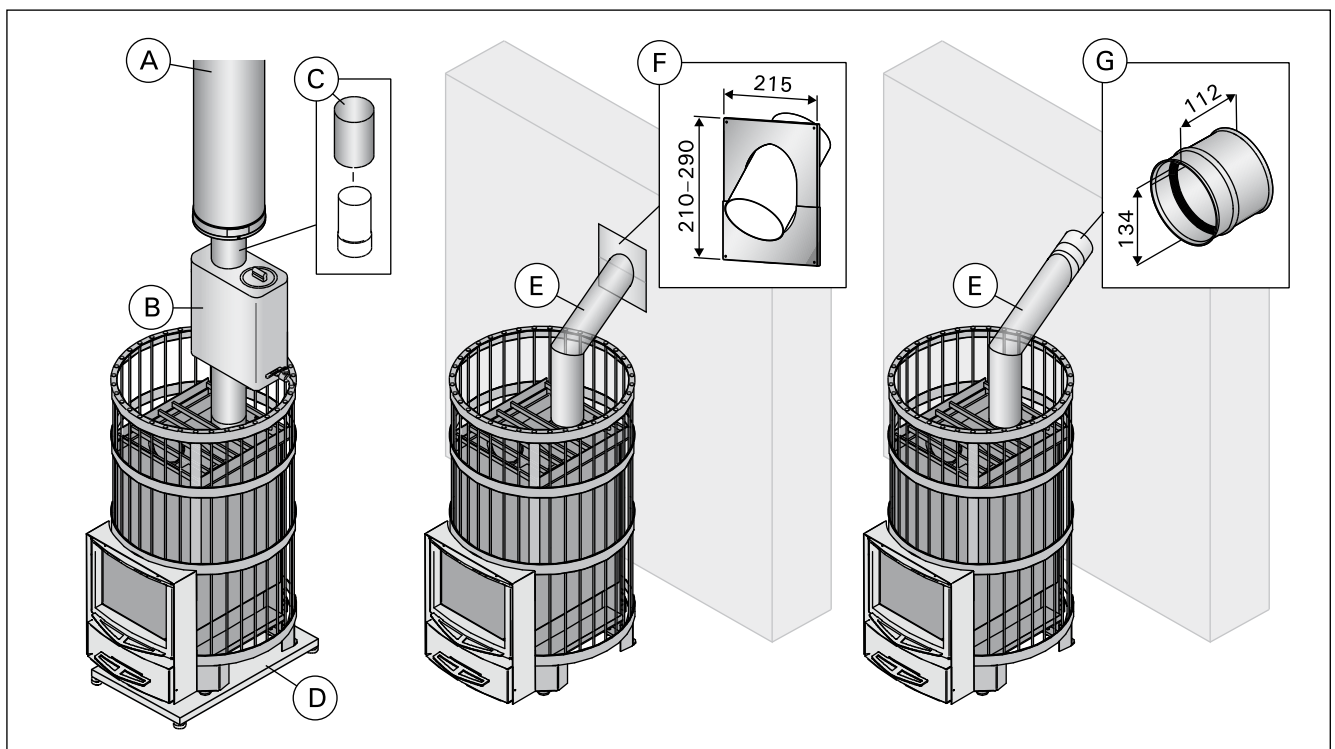

Рисунок 14. Дополнительные принадлежности (все размеры приведены в миллиметрах)
4.4. Дополнительные принадлежности (рис. 14)